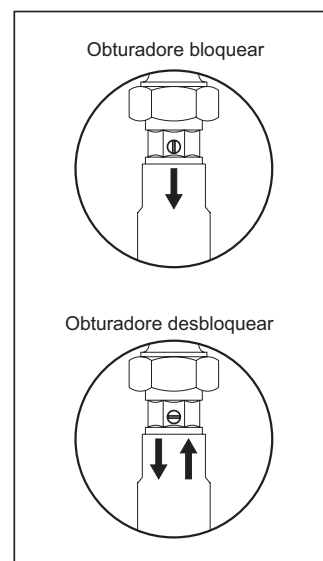

fig. 13b
- Para vaciar completamente la instalación de calefacción usar el grifo 193 de la fig.16, después de haber desbloqueado los obturadores de las dos válvulas antirretorno part. 194 de la fig. 16 (ver también fig. 13b). Usar como entrada de aire los purgadores de los radiadores. Si la caldera está conectada a la instalación mediante válvulas de compuerta, comprobar su completa apertura. En caso de que la caldera estuviese situada en un punto más alto respecto a los radiadores, la parte de instalación que comprende estos últimos se deberá vaciar separadamente.